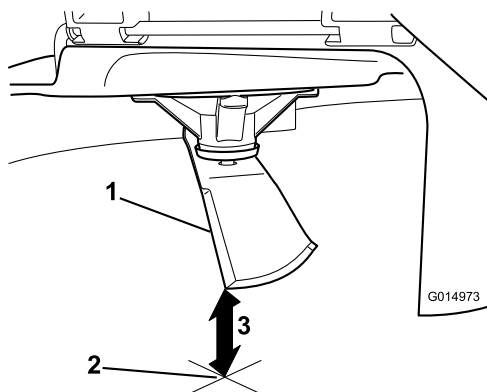

Figura 89
3. Mida desde la punta de la cuchilla hasta la superficie plana (Figura 89).